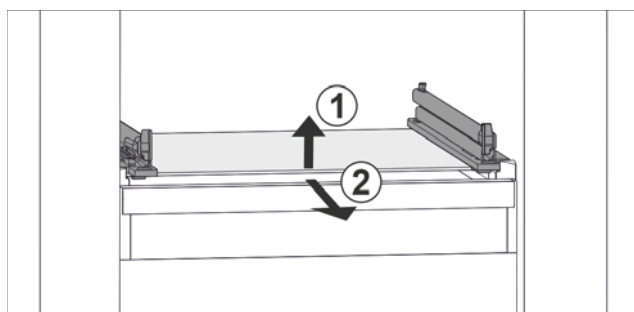

Fig. 36 Примерное отображение стеклальной пластины
- ▶ Приподнимите стекланную пластину спереди. Fig. 36 (1)
- ▶ Извлеките стекланную пластину движением вперед. Fig. 36 (2)